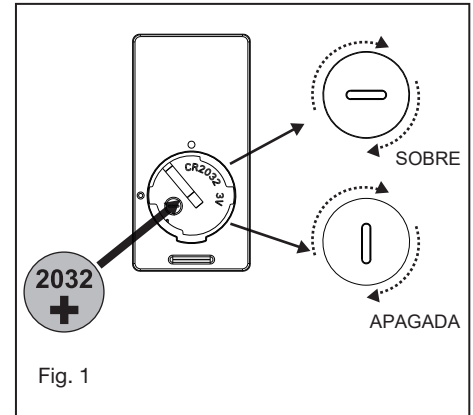

Fig. 1
- 2 Quite uno de los tres tornillos del cubo de montaje ubicado en el motor del ventilador. Afloje los otros 2 tornillos. (No quitar) (Fig. 1) Pase los cables de luz a través del orificio central de la placa adaptadora.
Retire el panel del transmisor y luego instale una batería 2032 (incluida). Necesita usar una moneda para abrir o cerrar la tapa de la batería. Para evitar daños en el transmisor, retire la batería si no se usa durante largos períodos de tiempo (Fig.1)